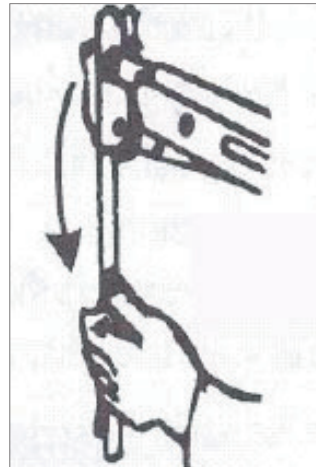

Abb. 1
2. Fassen Sie den vorderen Teil des Laufs mit der linken Hand, und drücken Sie den Lauf nach unten, bis ein Klicken ertönt, das anzeigt, dass die Feder gespannt ist (siehe Abbildung 1).